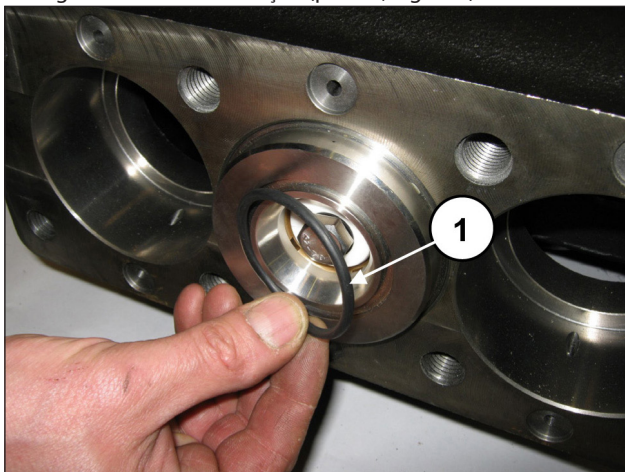
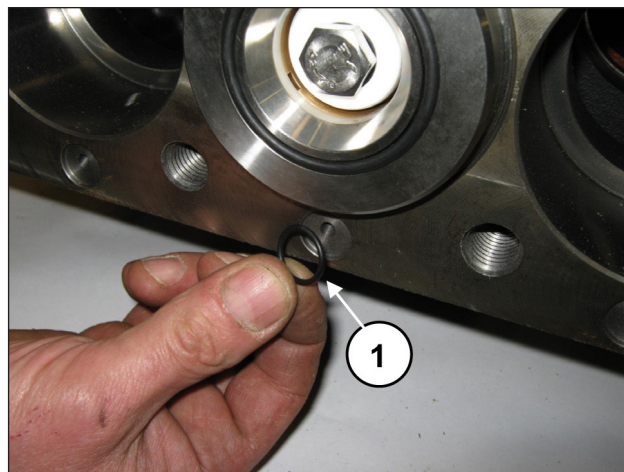

Fig. 189
Fig. 190
Monte o O-ring dianteiro da camisa (pos. ①, Fig. 189) e o O-ring do furo de recirculação (pos. ①, Fig. 190).